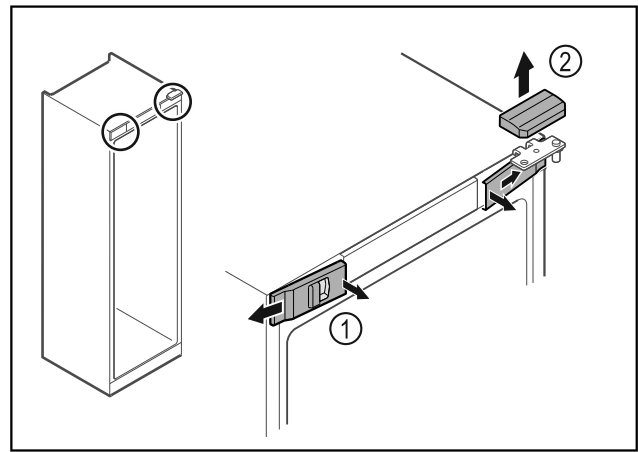

Fig. 14
- Vidinėje pusėje atfiksukite priekines dengiamąsias plokšteles Fig. 14 (1) ir nuimkite jas į šoną.
- Nuimkite viršutinę dengiamąją plokštelę Fig. 14 (2) į viršų.